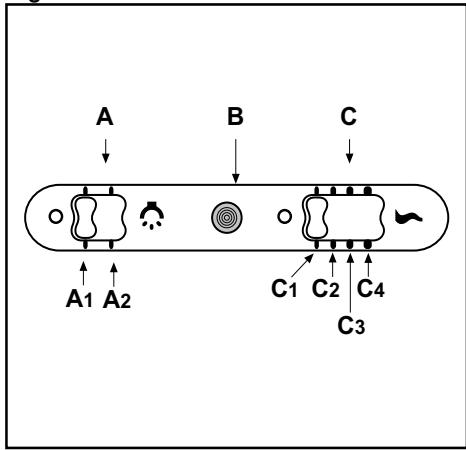

Fig.8
• **COMMANDES:** (Fig.8) CURSEUR_ les symboles sont les suivants: